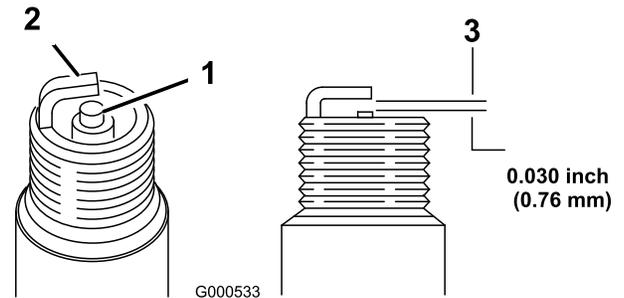

Figura 46
- Mire la parte central de las bujías (Figura 46).
- Compruebe la separación entre los electrodos central y lateral (Figura 46) y doble el electrodo lateral si la separación no es correcta.